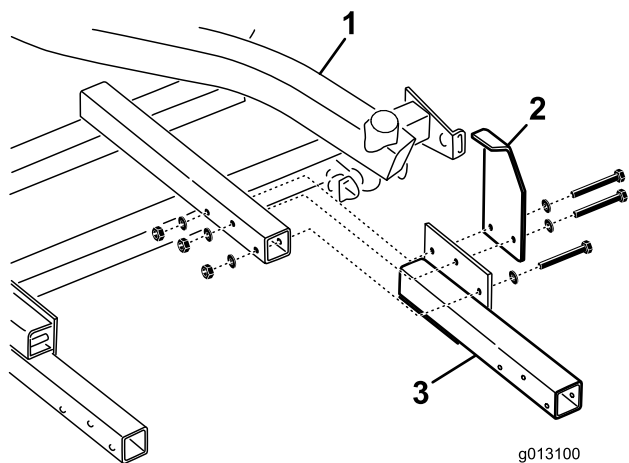

Figura 3
3. Instale sin ajustar el brazo derecho y la parada en el bastidor de sujeción con 1 perno de (7/16" x 3"), 2 pernos de 7/16" x 3-1/4"—instalados a través de la parada, 3 contratuercas (7/16"), y 6 arandelas (Figura 3).